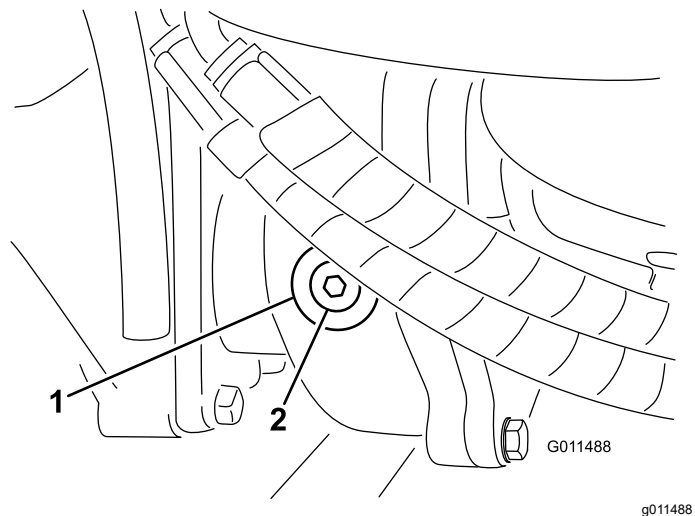

Bild 113
2. Entfernen Sie die Prüf-/Füllschraube an der linken Getriebeseite und stellen sicher, dass das Öl die Unterseite des Lochs erreicht (Bild 113).